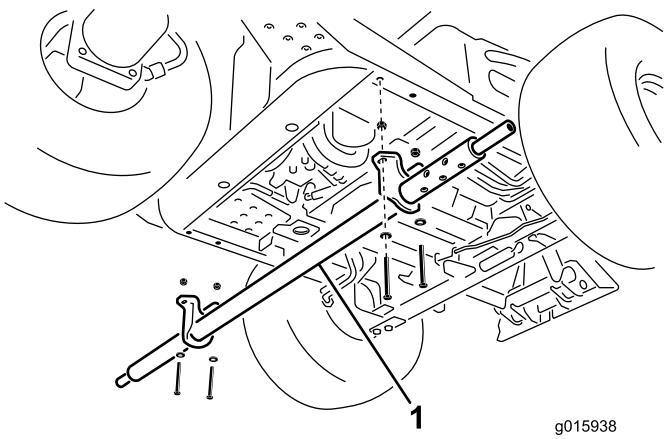

Рисунок 4
2. Присоедините крепежные кронштейны поперечной трубы к трубам рамы с помощью 4 винтов (3/8 x 3 дюйма), плоских шайб и контргаек (3/8 дюйма) (Рисунок 4).
1. С левой стороны машины сдвиньте узел поперечной трубы под машину, совместив отверстия в крепежном кронштейне с отверстиями в каждой трубе рамы (Рисунок 4).